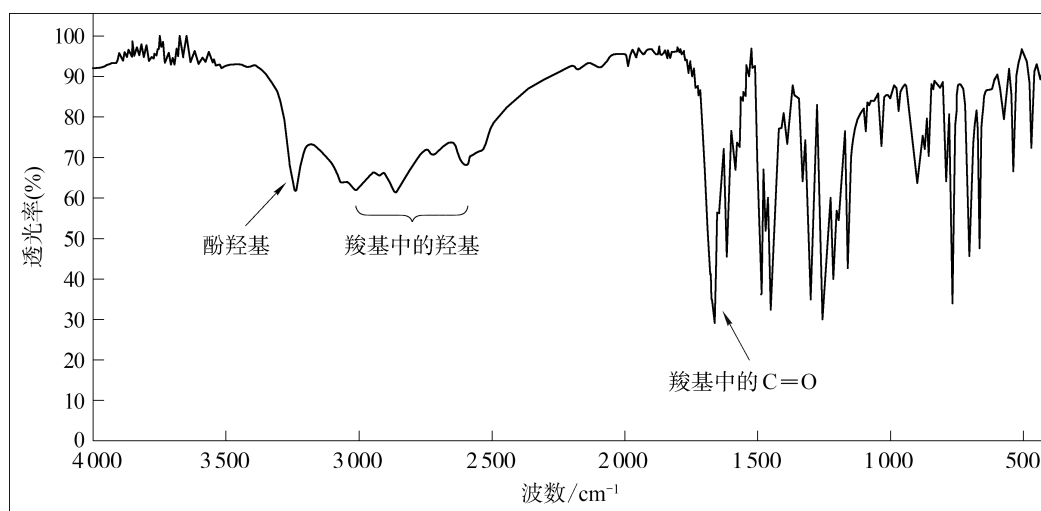
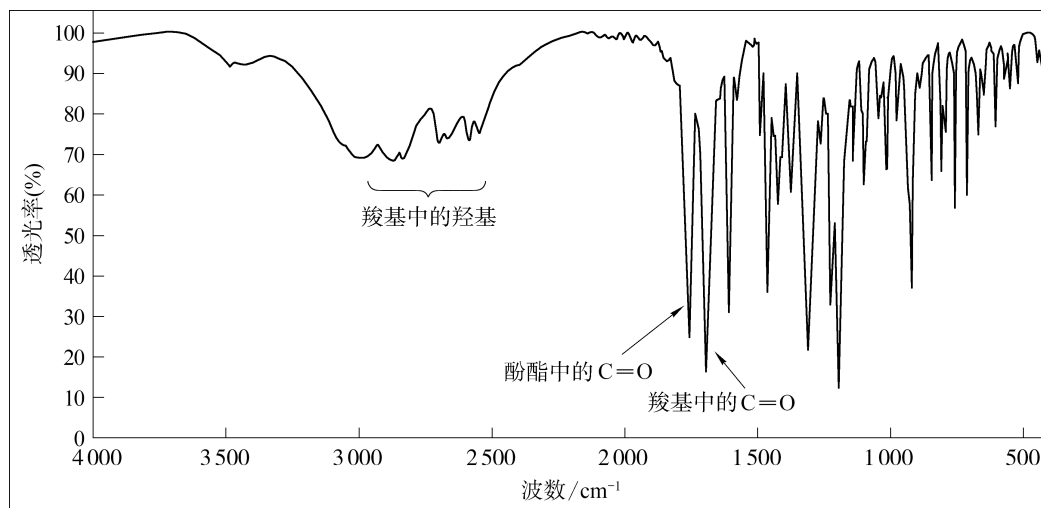
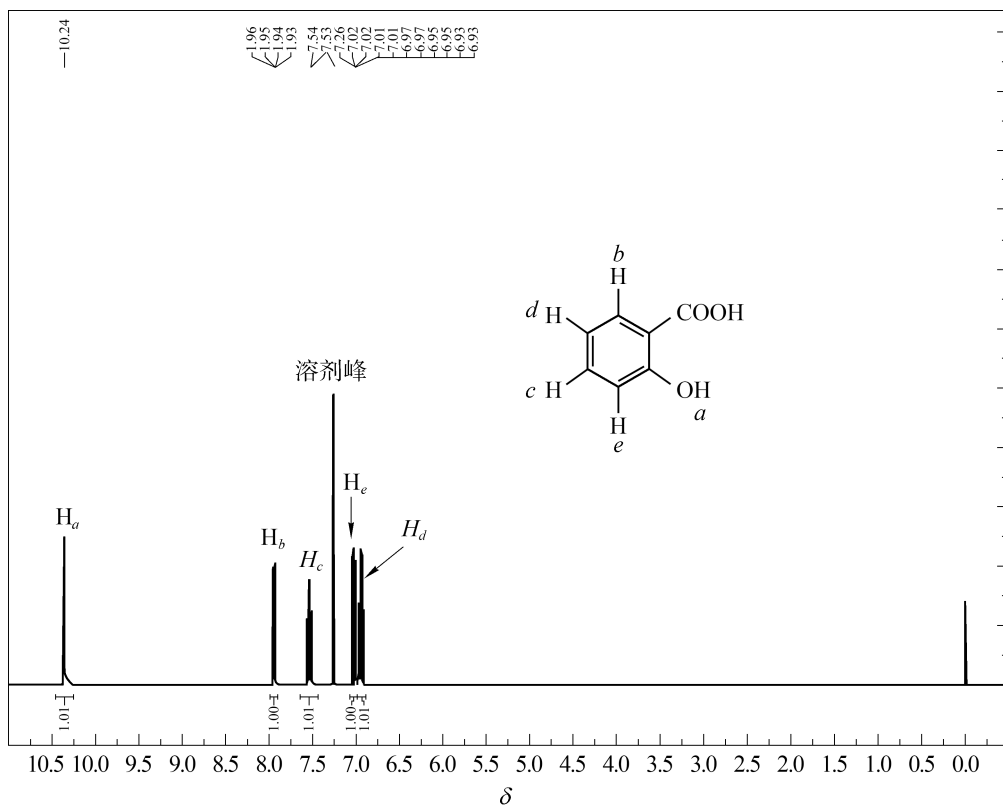
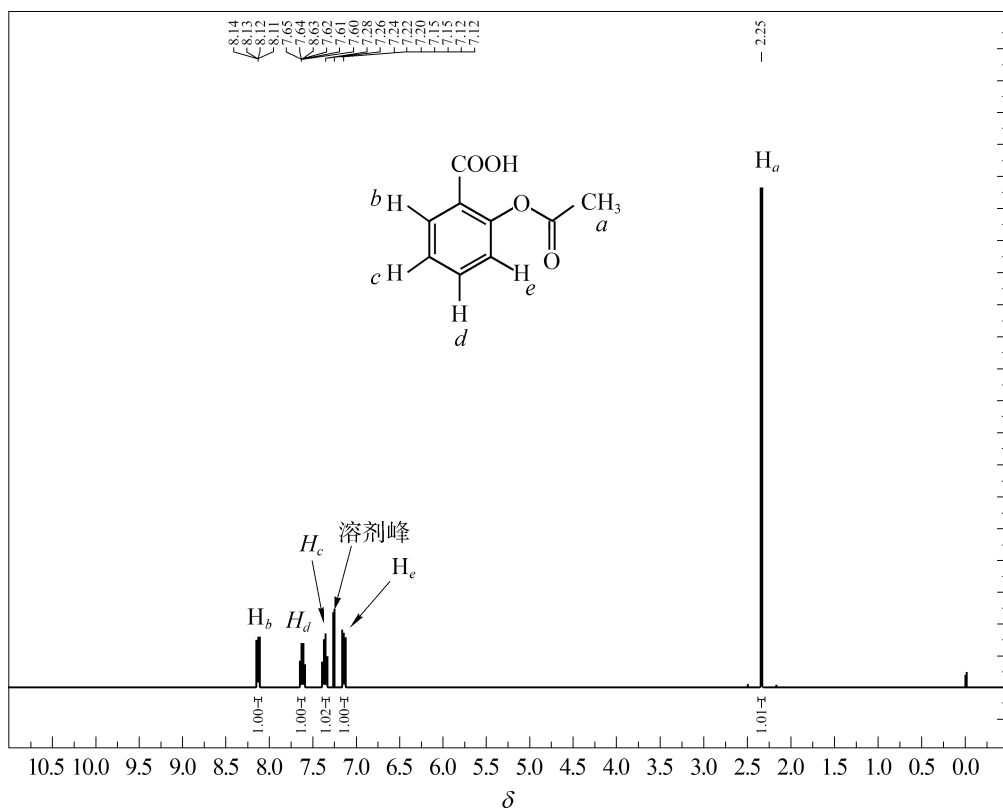

图 17.3 水杨酸的红外光谱图
图 17.4 阿司匹林的红外光谱图
图 17.5 水杨酸的核磁共振氢谱图
图 17.6 阿司匹林的核磁共振氢谱图
分别取 5 mg 水杨酸和阿司匹林纯品进行红外光谱和¹H 核磁共振波谱的测试,结合谱图(图 17.3、图 17.4、图 17.5、图 17.6),对产物的分子结构进行解析。
3. 查阅资料,解释水杨酸和阿司匹林的核磁共振氢谱图(图 17.5、图 17.6)中,为何没有出现羧基氢(—COOH)的化学位移值？